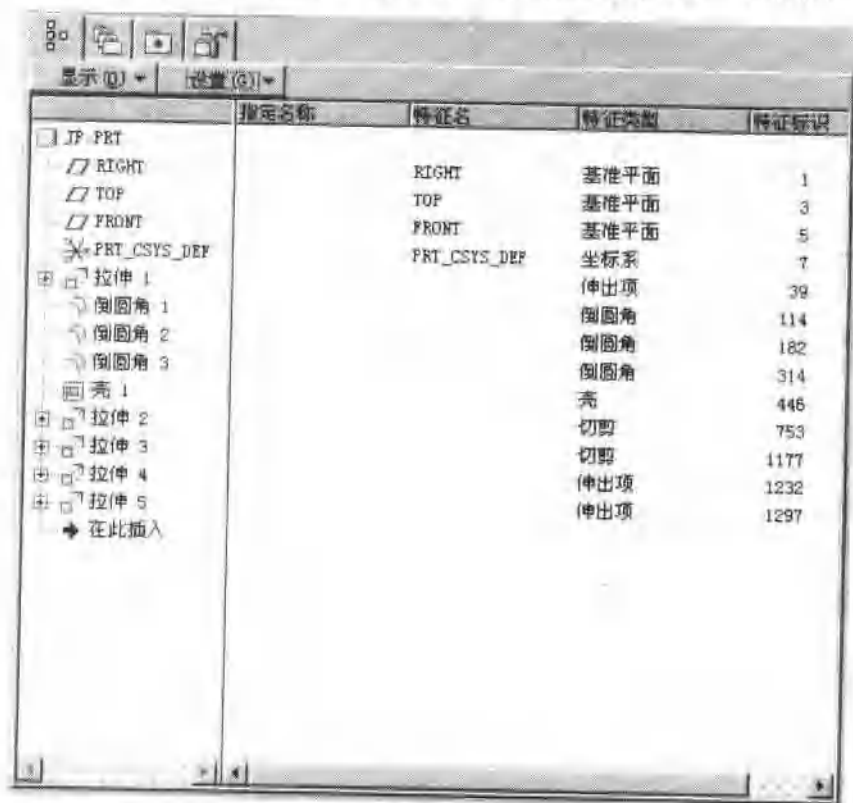

图 1-3 【模型树】信息显示
3. 单击 确定 按钮,完成 PDM 信息设定,【模型树】信息显示如图 1-3 所示。